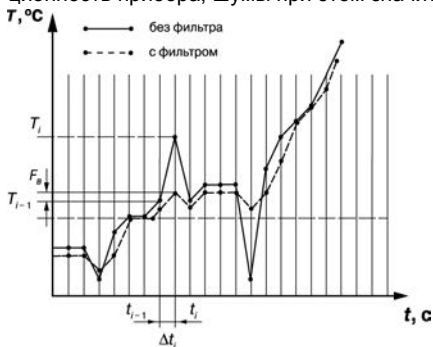

Рисунок 3.4
3.1.4.4.2 Полоса цифрового фильтра позволяет защитить измерительный тракт от единичных помех и задается в единицах измеряемой величины. Если измеренное значение T_i отличается от предыдущего T_{i-1} на величину, большую, чем значение параметра $F_{\text{в}}$, то прибор присваивает ему значение равное $(T_{i-1} + F_{\text{в}})$, а полоса фильтра удваивается (рисунок 3.4). Таким образом характеристика сглаживается.